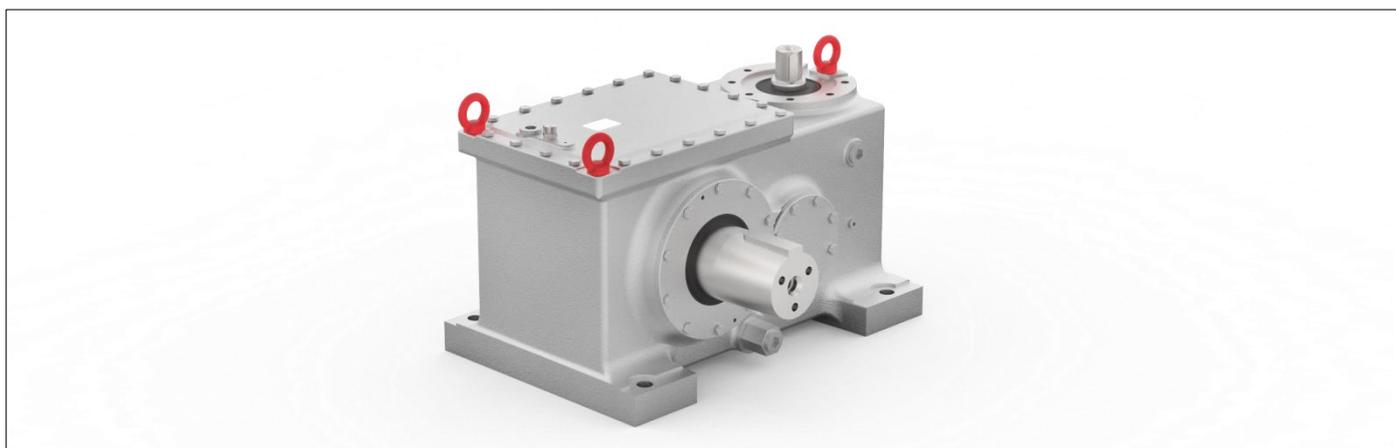

Abbildung 4: Anschlagpunkte
**Für den Transport sind nur Hebezeuge und Lastaufnahmevorrichtungen mit ausreichender Tragkraft einzusetzen!** Das Gesamtgewicht des Getriebes können Sie der Typenschildangabe entnehmen, Richtwerte finden Sie auch unter Abschnitt 3.3.2. **Die Lastaufnahme erfolgt über jeweils drei geeignete Ringschrauben. Es ist darauf zu achten, dass diese fest in das Gehäuse eingeschraubt sind. Es dürfen ausschließlich die in Abbildung 4 illustrierten Gewinde für den Transport verwendet werden.**